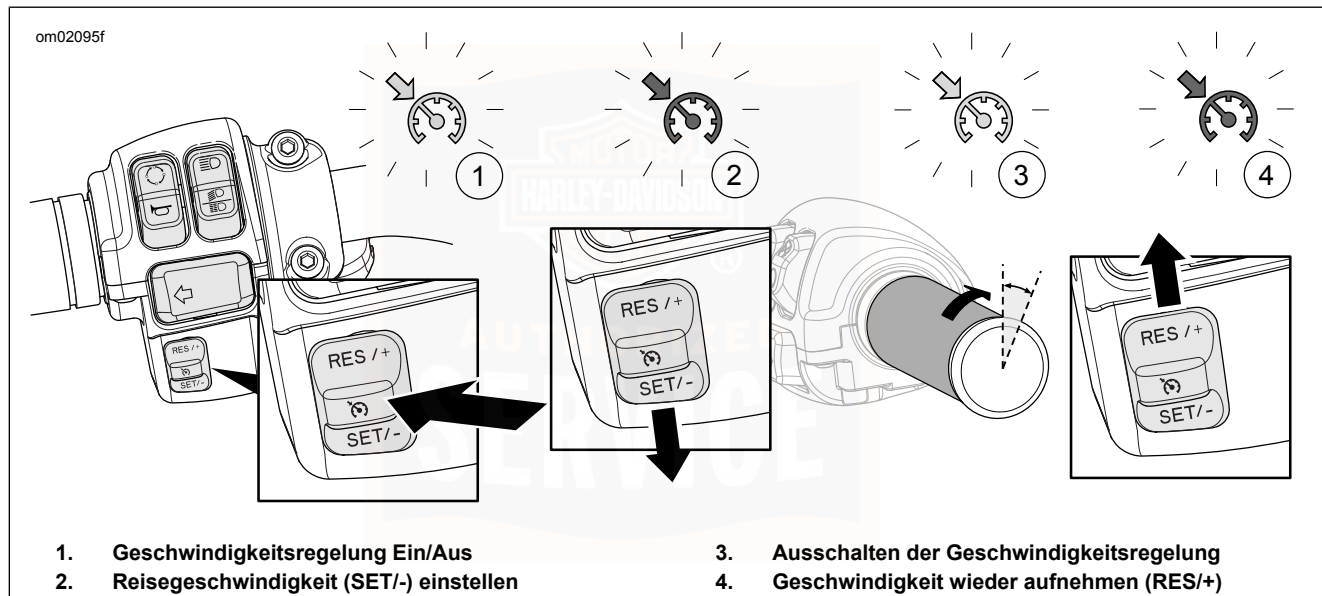

Abbildung 20. Geschwindigkeitsregelung
Siehe Abbildung 20. Den Geschwindigkeitsregelungsschalter drücken, um die Geschwindigkeitsregelung (1) einzuschalten. Im eingeschalteten Zustand leuchtet das Symbol für die Geschwindigkeitsregelung in der Tachometer-Oberfläche gelb.
Siehe Abbildung 20. Wenn das Motorrad die gewünschte Geschwindigkeit erreicht hat, den Schalter SET/herunterdrücken, um die Reisegeschwindigkeit einzustellen (2). Die Farbe des Geschwindigkeitsregelungssymbols wechselt von Gelb auf Grün.
Siehe Abbildung 20. Um die Reisegeschwindigkeit zu verlassen, den Gasgriff über den Abrollschalter (3) in die geschlossene Stellung drehen.
Siehe Abbildung 20. Wenn die Geschwindigkeitsregelung deaktiviert wurde, die Geschwindigkeitsregelungs-Kontrollleuchte aber trotzdem gelb leuchtet, wird durch Drücken des Schalters RES/+ die Geschwindigkeitsregelung wiederaufgenommen (4). Das